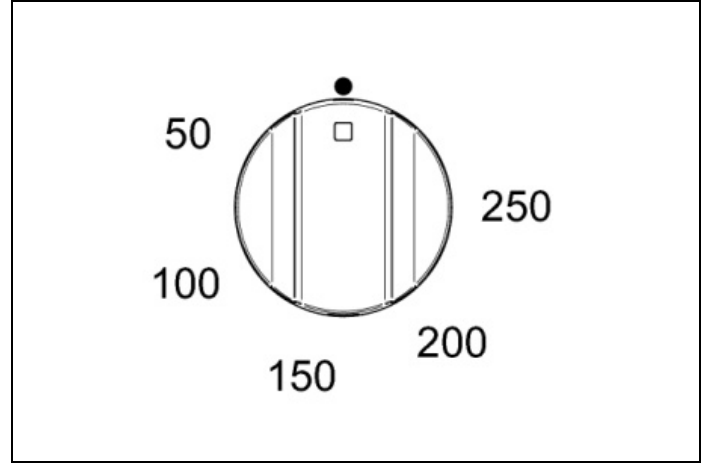
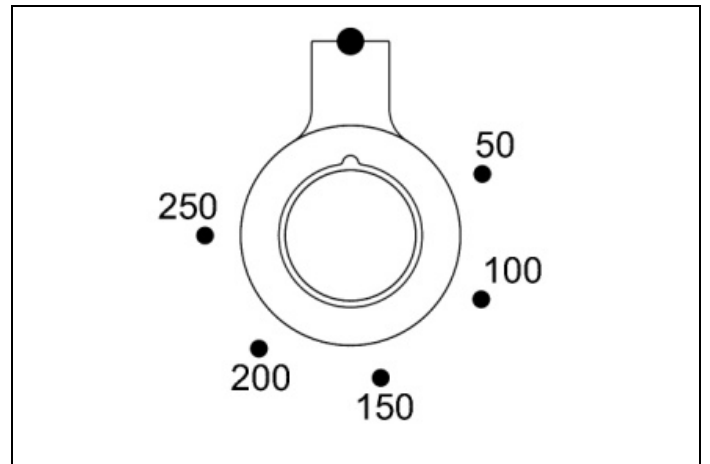
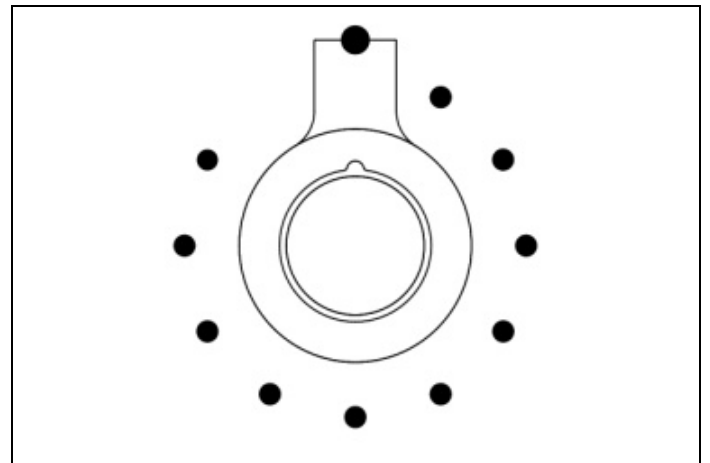

Fig. 23
Fig. 24
Fig. 25
- 2) Vrid temperaturvredet (Fig. 23 - Fig. 24 och Fig. 25 endast PRO T-modellen) medurs för att välja önskad temperatur. Den orange lampan släcks när ugnen har nått den valda temperaturen och är redo att användas. Det är normalt att denna lampa tänds och släcks under tillagningen så att elementen bibehåller en konstant temperatur (ugns drift indikeras av programmeringsdisplayen endast för PRO T-versionen).